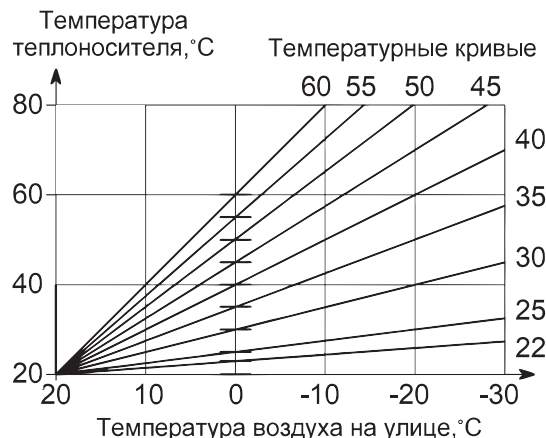
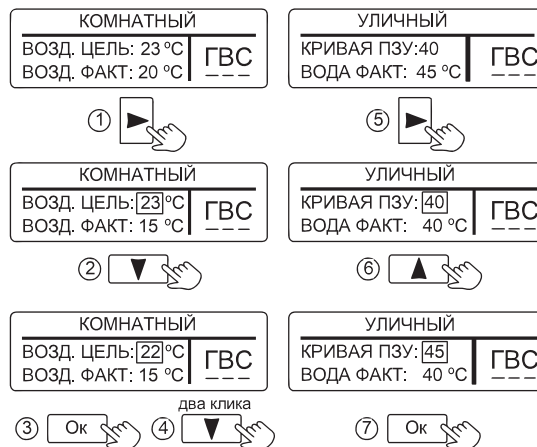
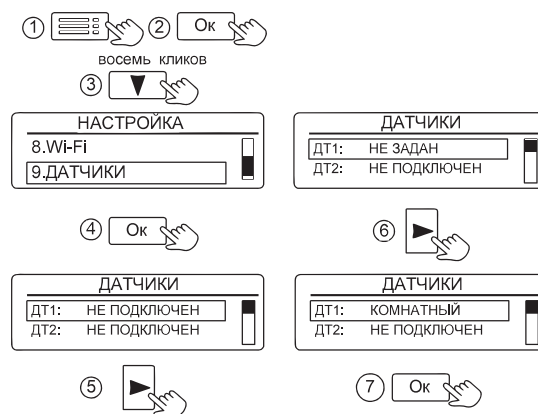

Рисунок 9. Зависимость температуры теплоносителя от температуры воздуха на улице
Рисунок 10. Настройка ограничения температуры и кривой ПЗУ
Рисунок 23. Настройка проводных датчиков
10.4 «УЛИЧНЫЙ» – режим поддержания температуры теплоносителя в зависимости от температуры воздуха на улице по одной из погодозависимых кривых (см. рис. 9). Датчик температуры воздуха устанавливается на улице.
Для изменения заводской настройки нужно в соответствии с рис. 9 выбрать ту кривую, при которой в помещении станет комфортно. Если в помещении холодно - следует выбрать кривую с большим номиналом, если жарко - с меньшим. Чем больше величина теплотеря здания, тем выше номер кривой. Изменение значения кривой ПЗУ показано на рис. 10.
датчика температуры воздуха (см. рис. 23) и настроено ограничение температуры воздуха в помещении (см. рис. 10), то при достижении температуры воздуха в помещении установленного значения, нагрев теплоносителя будет прекращён. При понижении температуры воздуха, нагрев теплоносителя будет возобновлён.
- Выбор роли датчика “КОМНАТНЫЙ” или “УЛИЧНЫЙ” (см. рис.23).